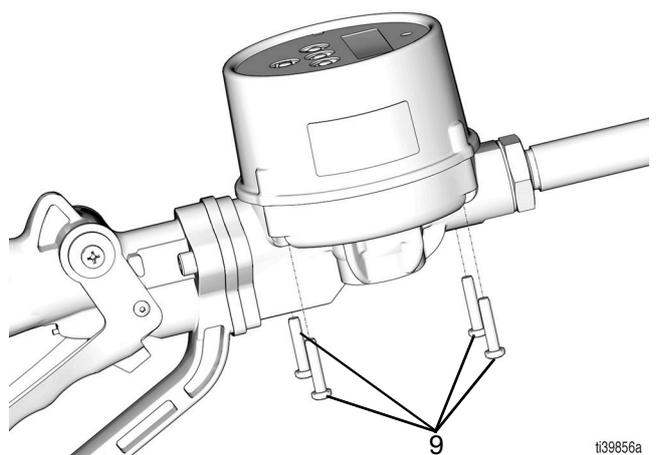

FIG. 16
4. Quite los cuatro tornillos (9) (FIG. 16).
11. Vuelva a poner los cuatro tornillos (9) y apriete a un par entre 1,69 y 2,82 N•m (15 y 25 lb-pulg.), consulte la FIG. 16 en la página 12.